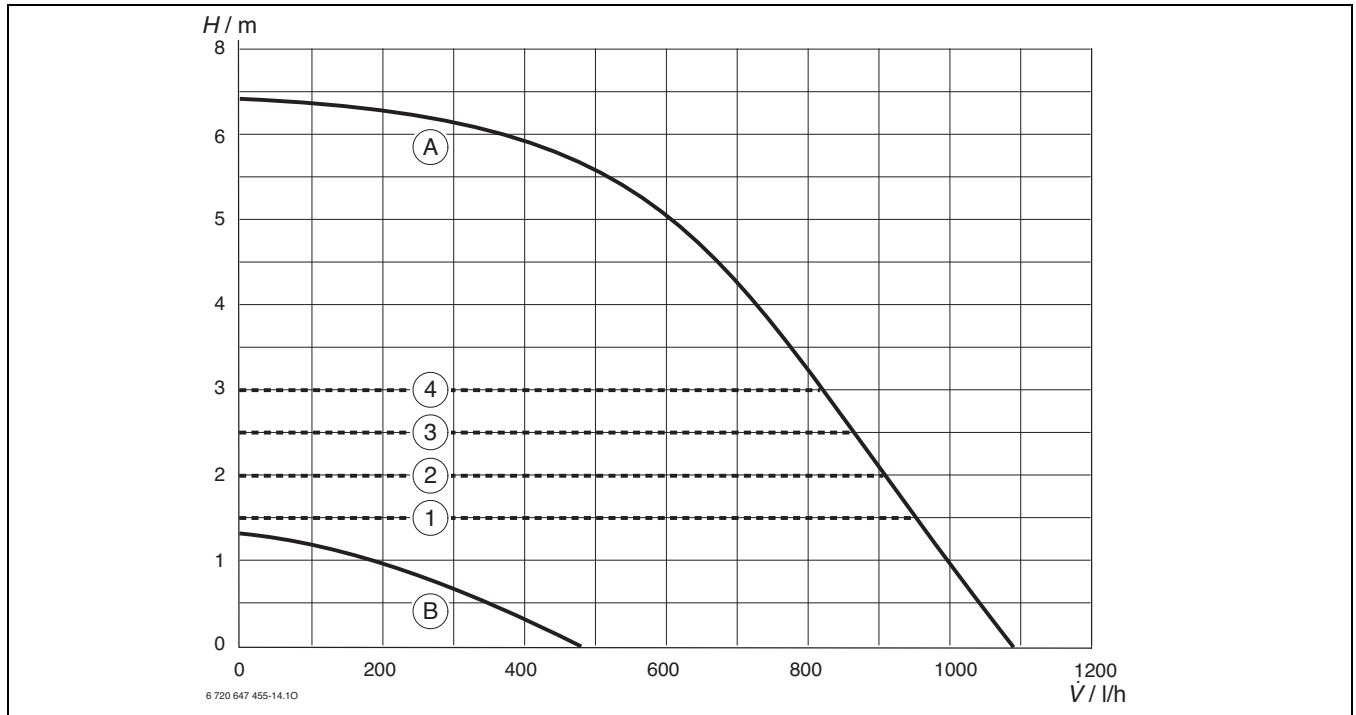

Fig. 99 Curve caratteristiche pompe - caldaia senza accumulatore inerziale e tubazioni
**Legenda della fig. 99 e 100:**